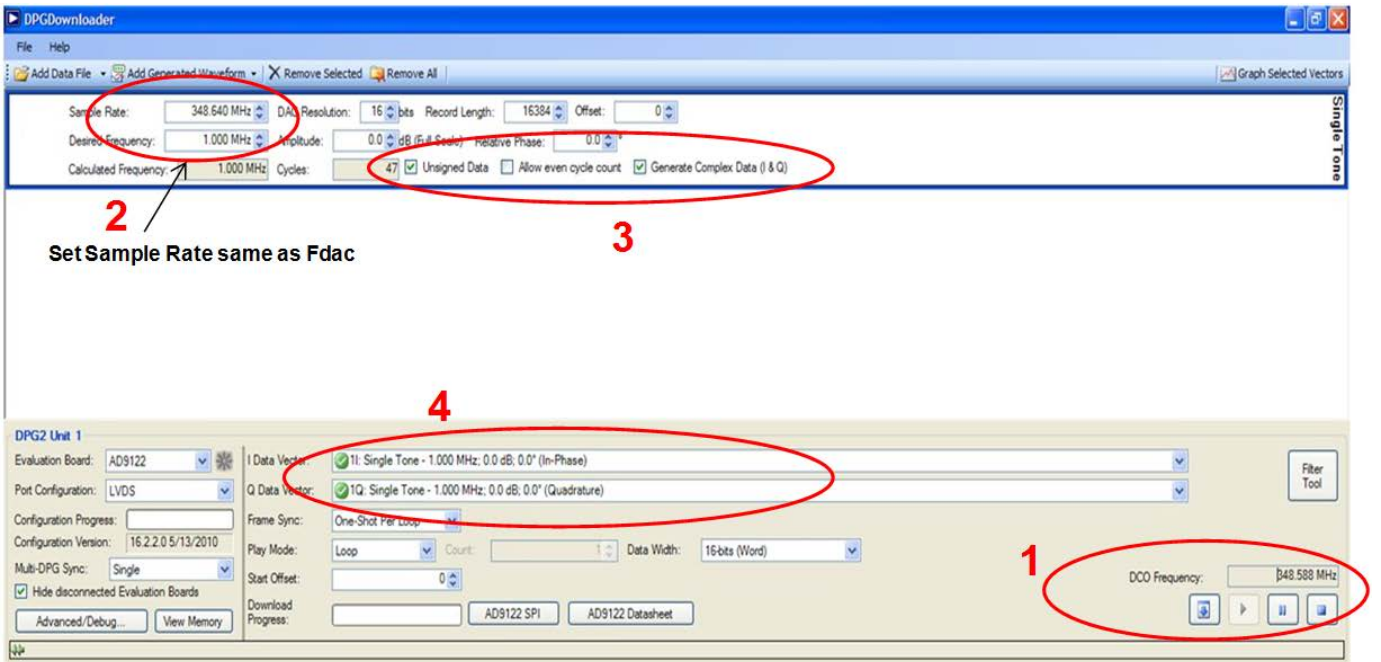

図 18. DPG ダウンローダ・ソフトウェアを使った DPG のセットアップ
- DCO Frequency (図 18 の“1”) が  $F_{DAC}$  周波数に近くなるようにします。
- Sample Rate (図 18 の“2”) を  $F_{DAC}$  周波数と同一に、Desired Frequency を 1MHz に設定します。
- “3”と“4”を図 18 に示すように設定します。
- 図 18 の“1”のボタンをクリックすることにより、Iベクトルと Qベクトルをダウンロードします。
8. 信号発生器の  $F_{DAC}$  の周波数を変更し、(5) で説明した“Data Rate”と (6) で説明した“Sample Rate”を変更します。
10. (8) と (9) を繰り返します。